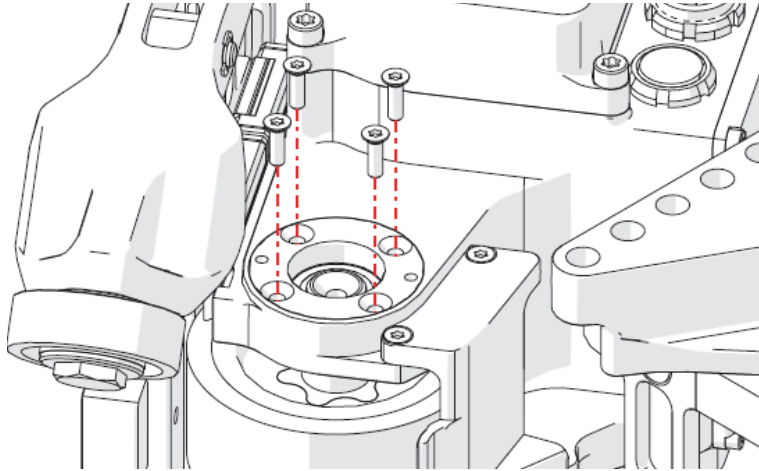

Figura 2-12 Extracción de los tornillos del recinto del cojinete
13. Con un des[tornillador] Torx T10, retire los cuatro tornillos del recinto del cojinete (ver Figura 2-12 en la página 97).